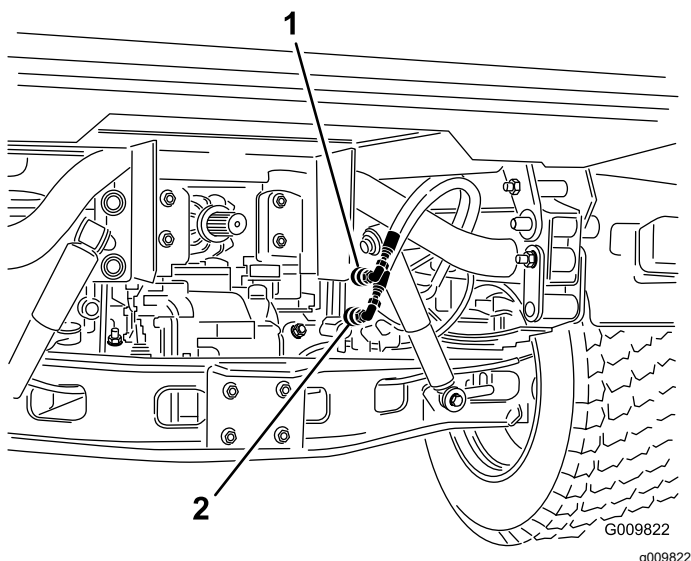

Figura 71
- Desligue, em ambas as máquinas, as 2 mangueiras de acoplamento rápido das mangueiras ligadas ao suporte do acoplamento (Figura 71).